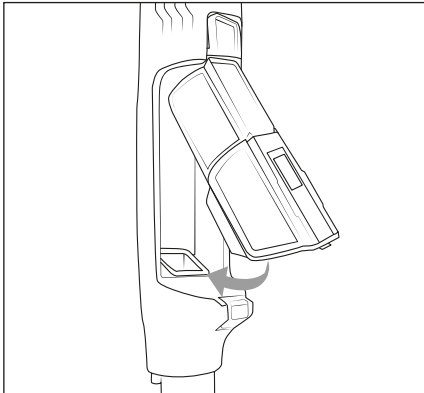

Abb. 21
- 8) Introduceți mai întâi recipientul cu filtru HEPA **5** și apoi recipientul de praf **7** în aparat (a se vedea fig. 21). Aveți grijă ca recipientul de praf **7** să se fixeze cu un zgomot în aparat.